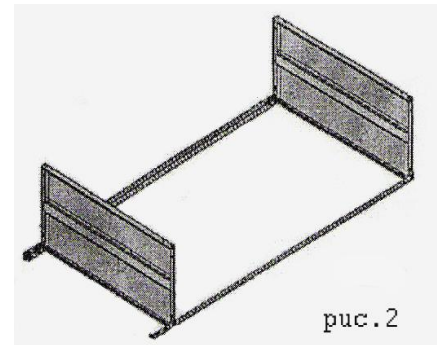

рис. 2
4. Две стойки укладываются горизонтально, и к ним в местах установки уголков усиления крепятся нижняя и верхняя полки (рис.2).